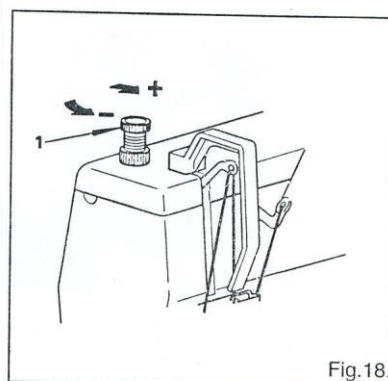

Fig.18.
14. Регулировка силы давления прижимной лапки (Рис. 18)
Для того чтобы отрегулировать силу давления прижимной лапки, поверните регулировочный винт с накатанной головкой (1) влево или вправо в соответствии с Вашими требованиями (Рис. 18)